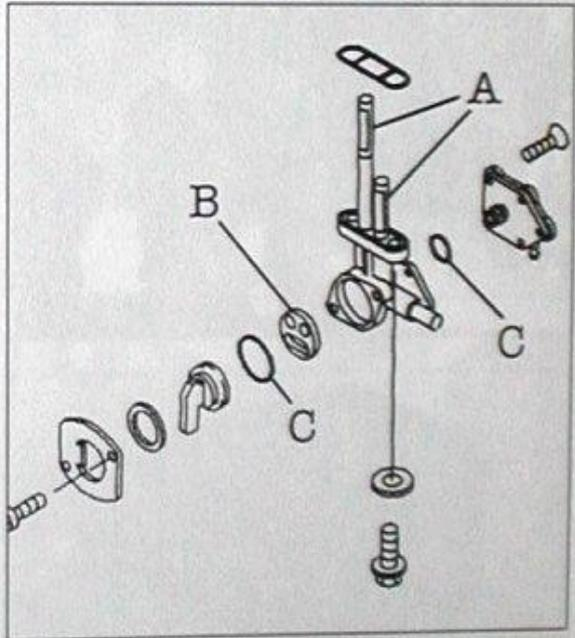

Bild 14
- Filtersieb «A» Bild 14 mit Pinsel auswaschen oder mit Druckluft ausblasen.